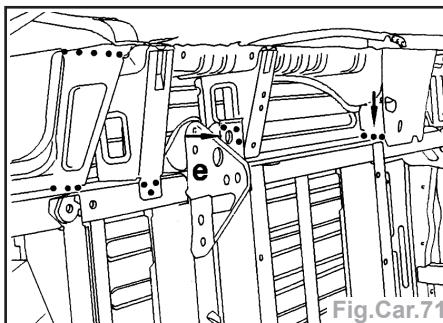

Fig.Car.71
- Souder par points MAG suivant fléchage (e) à l'intérieur du renfort (Fig.Car.71).